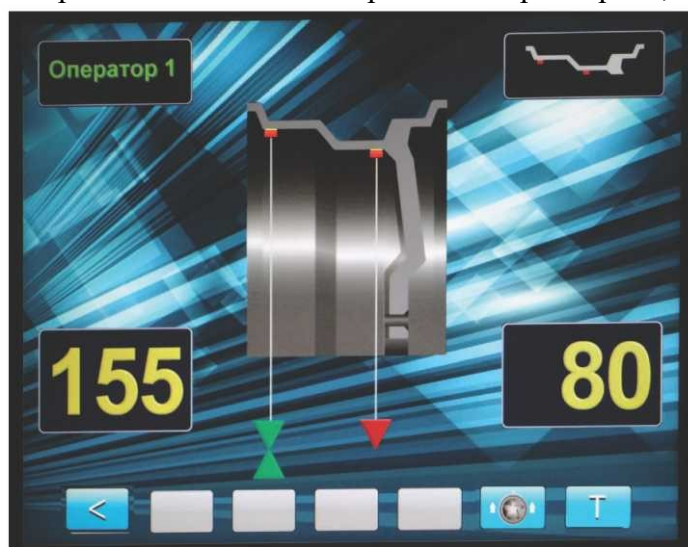

рис.13.2.
13.3. Выдвигайте штангу, следя за перемещением нижнего красного треугольника. В момент, когда штанга будет выдвинута на величину дистанции равную дистанции при задании положения груза в режиме «АУТОПРОГРАММ» (см. п. 11.2 и 11.3) нижний треугольник совместится с треугольником отмечающим положение груза, при этом изображения обоих треугольников станут зелеными (рис.13.2 и 13.3) и прозвучит звуковой сигнал.